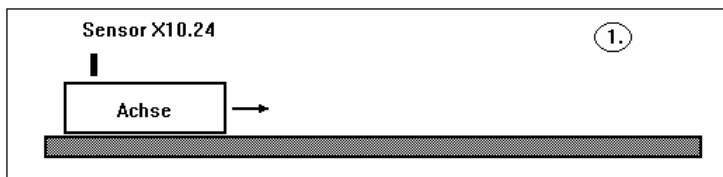
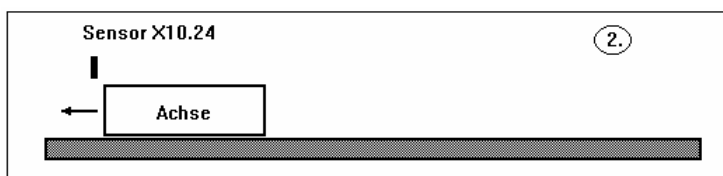

Abb. 3: Start der Referenzfahrt mit automatischer Richtungswahl
Abbildung 4:
2. Bei Referenzarten mit Referenzsensor wird die Referenzfahrt in der entgegengesetzten Richtung begonnen, wenn der Referenzsensor bereits beim Start der Referenzfahrt aktiv ist. (siehe Abbildung 3). Nachdem der Referenzsensor frei wird (inaktiv) wird die Achse gestoppt (siehe Abbildung 4). Anschließend wird in der angegebenen Referenzrichtung der Referenzsensor angefahren und die Referenzfahrt entsprechend der Referenzart beendet.